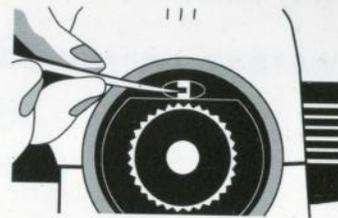

图 15
5.2.4 仪器瞄准标尺B, 取下防尘罩④, 调整分划板校正螺丝(如图15), 使视距丝对准 $b_2' = a_2 - (a_1 - b_1)$ , 重复上述步骤直到 $|a_1 - b_1| - |a_2 - b_2| \leq 3\text{mm}$ 为止。